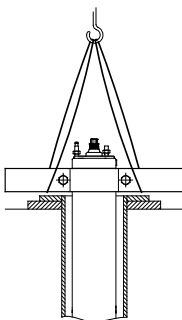

Fig. 15 Motor i lodret stilling
2. Anbring motoren i lodret stilling ved boringen. Se fig. 15.